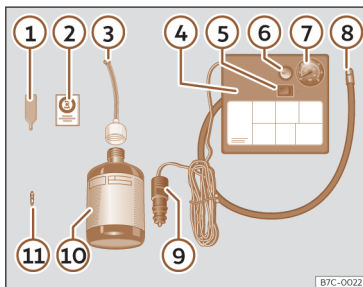

Fig. 188 Representação standard: conteúdo do kit antifuros.
O kit antifuros está localizado na bagageira, por baixo do revestimento do piso. Inclui os seguintes componentes >>> **Fig. 188**:
- Desenrosque a proteção e o obus da válvula do pneu. Utilize o aparelho >>> **Fig. 188** ① para retirar o obus. Coloque-o numa superfície limpa.
- Agite com força a garrafa de vedante de pneus >>> **Fig. 188** ⑩.
- Enrosque o tubo de enchimento >>> **Fig. 188** ③ na garrafa de vedante. O selo da garrafa partir-se-á automaticamente.
- Remova o tampão do tubo de enchimento >>> **Fig. 188** ③ e enrosque a extremidade aberta do tubo na válvula do pneu.
- Volte a colocar o obus com o aparelho >>> **Fig. 188** ① na válvula do pneu.
- Enrosque o tubo de enchimento do pneu do compressor >>> **Fig. 188** ⑧ na válvula do pneu.
- Verifique se o parafuso de evacuação de ar está fechado >>> **Fig. 188** ⑥.
- Ligue o conector >>> **Fig. 188** ⑨ a uma tomada de corrente de 12 volts do veículo >>> Página 223.
- Ligue o compressor de ar com o interruptor ON/OFF >>> **Fig. 188** ⑤.
- Cole o autocolante >>> Fig. 188 ② no painel de instrumentos, dentro do campo visual do condutor.
Volte a enroscar o tubo de enchimento >>> Fig. 188 ⑧ e verifique a pressão no manómetro ⑦.